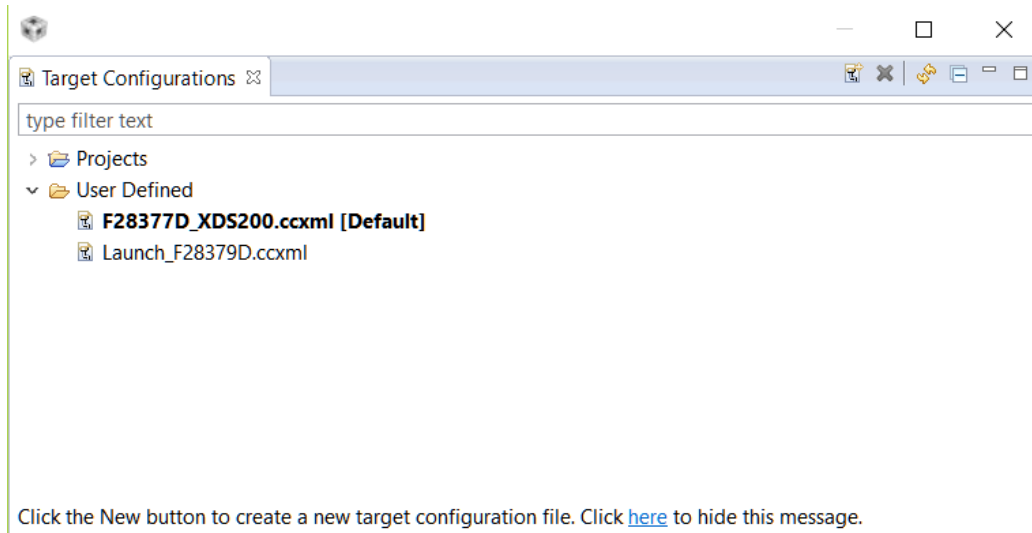
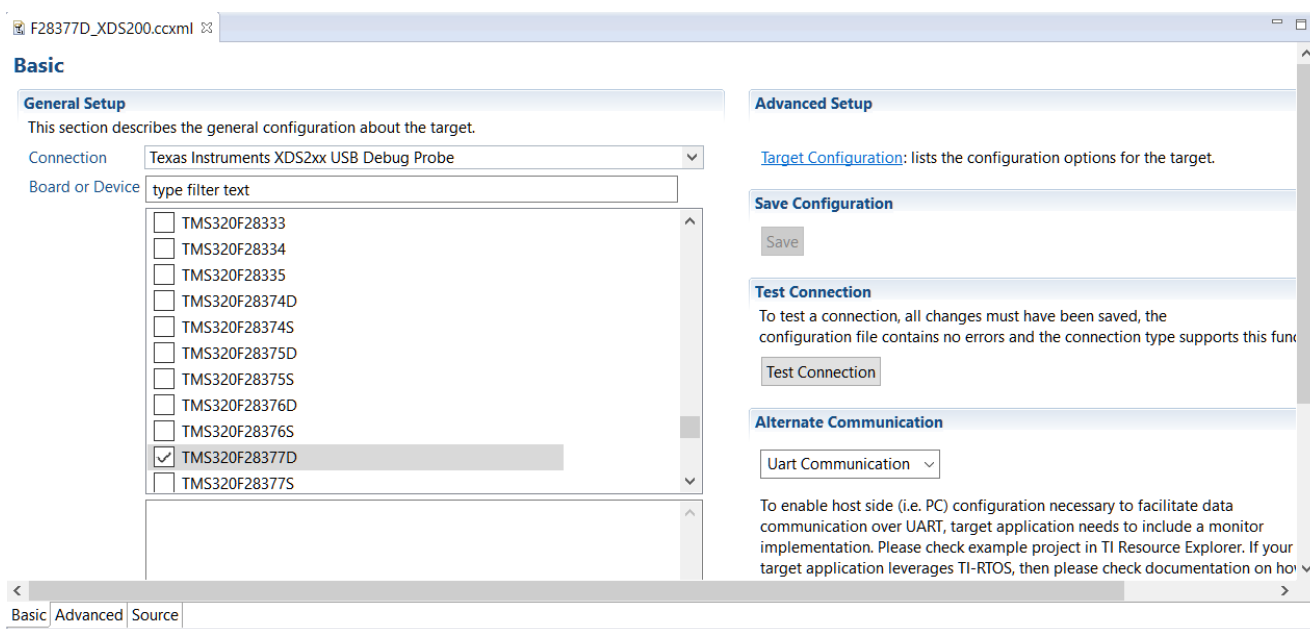

图 7-2. 目标配置视图
图 7-3. 测试连接
9. **检查目标配置：**目标配置文件 (.ccxml) 包含连接到目标器件和在用 JTAG 调试探针所需的信息。要查看当前目标配置，请在 CCS 的“View”选项卡下选择“Target Configurations” (图 7-2)。双击与要调试的目标对应的 .ccxml。如果正确安装了调试探针的驱动程序并且选择了正确的选项，则 **Test Connections** 按钮 (图 7-3) 应该可供使用并准备好执行。此测试的数据日志可以帮助查明连接问题的原因，请勿跳过此步骤。许多示例工程作为 C2000Ware 或 controlSuite 的一部分进行安装，它们具有一个 **target configs** 文件夹。这个文件夹中包含一个 .ccxml 文件，该文件是基于默认 EVM 和调试器的假设预先创建的。当使用 **Debug** 图标启动调试会话时，会使用此文件。如果 **Debug** 按钮是启动调试会话所需的方法，则需要修改 **target configs** 中的 .ccxml。